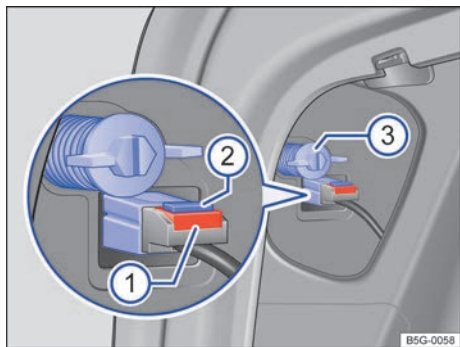

Fig. 193 Lateral del maletero: desmontaje del grupo óptico trasero.
- ❶ Tenga en cuenta la lista de comprobación y lleve a cabo las operaciones descritas en ella → pág. 231.
- ❷ Abra el portón del maletero → pág. 88.
- ❸ Por la zona del grupo óptico trasero, tire del guarnecido lateral del maletero hacia delante por la abertura.
- ❹ Extraiga el seguro → fig. 193 ❶. Presione el bloqueo ❷ del conector y desacople el conector.
- ❺ Desenrosque el tornillo de fijación con la mano ❸.
- ❻ Suelte el grupo óptico trasero de la carrocería hacia atrás, con cuidado.
- ❼ Retire el grupo óptico trasero y deposítelo sobre una superficie limpia y lisa.
- ❶ Coloque el grupo óptico trasero en el hueco de la carrocería con cuidado.
- ❷ Con una mano, sostenga el grupo óptico en la posición de montaje; con la otra, apriete el tornillo de fijación → fig. 193 ❸.
- ❸ Compruebe que el grupo óptico trasero haya quedado montado correctamente y esté bien fijado.
- ❹ Acople el conector al portalámparas y encaje el seguro ❶ hacia dentro.
- ❺ Monte el guarnecido lateral del maletero.
- ❻ Cierre el portón del maletero → pág. 88.